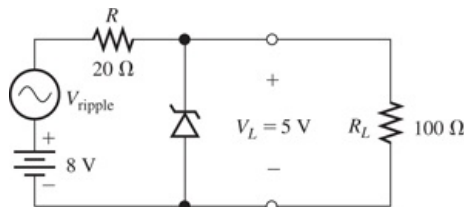

Figure P9.85
***P9.85.** Considérez le circuit régulateur de tension illustré dans Figure P9.85. La tension d'ondulation CA est de 1 V crête à crête. La tension de charge continue (moyenne) est de 5 V . Quelle est la Q -point de courant dans la diode Zener ? Quelle est la résistance dynamique maximale autorisée pour la diode Zener si l'ondulation de sortie doit être inférieure à 10 mV crête à crête ?